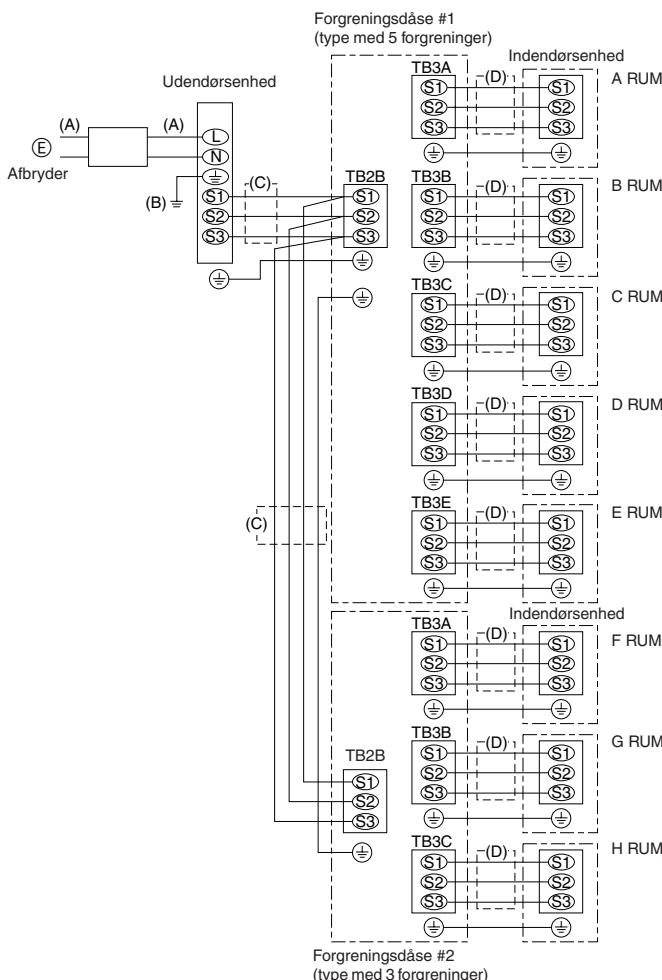

Fig. 7-2
7.3. Ekstern ledningsføringsprocedure (Fig. 7-2)